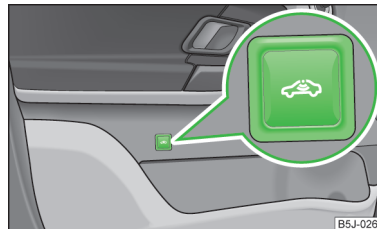

Abb. 17
- › Die Symboltaste  » Abb. 17 in der Fahrertür drücken.